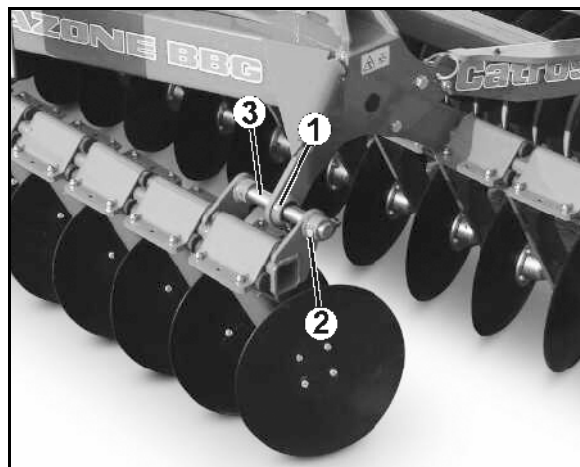

Fig. 39
Ved bytte av glidelager (Fig. 39/1) må maskinen være foldet ut og stå slik at glidelagrene er spenningsfrie.
- 1. Løsne skruforbindelsen (Fig. 39/2) på den forskyvbare akselen (Fig. 39/3).